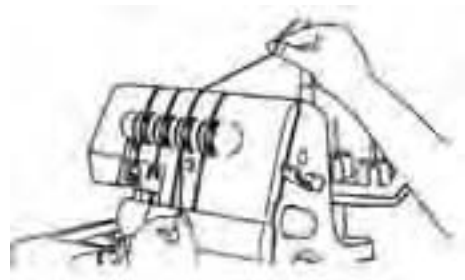

Fig. 17
4. Tenez le fil avec les doigts, guidez-le entre les disques du sélecteur de tension du fil 16 et tirez-le ensuite vers le bas (3) (Fig. 17).